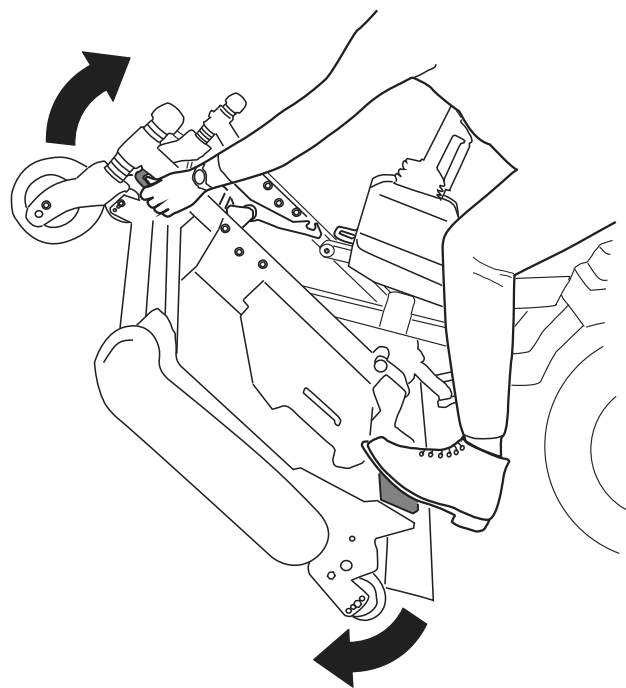
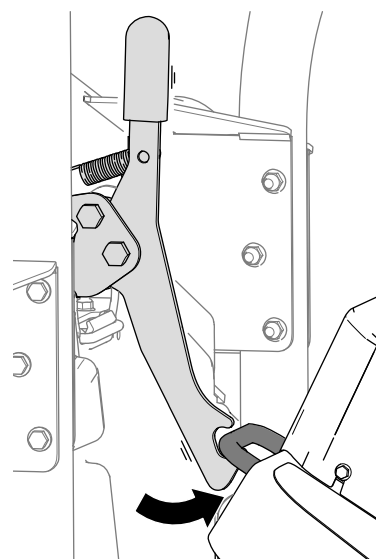
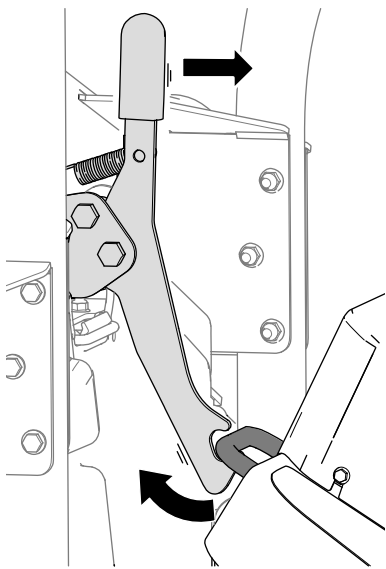

Рисунок 37
Рисунок 38
Рисунок 39
5. Поверните режущий блок (**Рисунок 37**) так, чтобы защелка вошла в зацепление с крепежным кронштейном (**Рисунок 38**).
1. Освободите защелку режущего блока от крепежного кронштейна (**Рисунок 39**), для этого немного поверните режущий блок вперед (см. **Рисунок 37**) и потяните рукоятку защелки вперед.